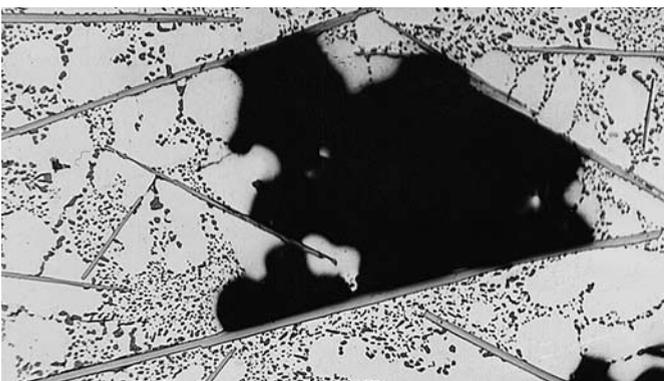

Abb. 2: Ausgeseigerte AlFeSi-Platten
Zudem können in Abhängigkeit vom „Seigerfaktor“ der Legierung plattenförmige, eisenhaltige Kristalle entstehen, die das homogene Gussgefüge unterbrechen (Abb. 2). Sie stören den Kraftlinienfluss im Gussgefüge. Die Kraftlinien werden an den Plattenrändern umgelenkt und bilden Spannungsspitzen, die die Dehnung erheblich herabsetzen und bei dynamischer Beanspruchung des Gussstückes zu frühen Mikrorissen führen. Die eisenhaltigen Mischkristallplatten behindern zudem die innere Speisung im Gussstück.
4. Temperaturen über 800 °C schädigen merklich die Aluminiumschmelze. Wasserstoffaufnahme und Oxidbildung nehmen bei hohen Temperaturen rasch zu, besonders bei hoher Luftfeuchtigkeit in der Umgebung des Schmelzofens oder Transporttiegels. Durch den Wasserstoff-Löslichkeitssprung beim Übergang vom flüssigen zum festen Zustand bilden sich im Guss unerwünschte Gasblasen, bevorzugt an den als Keime wirksamen Oxiden (Abb. 2 im Kapitel Reinigung). Gefäße und Werkzeuge in direktem Kontakt mit der Schmelze müssen separat möglichst auf Schmelztemperatur angewärmt werden. Verzögerungen im Schmelztransport und bei der Behandlung sind zu vermeiden. Bei Verwendung geschlichteter Werkzeuge und Isolierungen, auch beim Umfüllen, wird es nicht erforderlich, die Schmelze so hoch zu erhitzen. Zudem sinkt so die Reaktionsfreudigkeit mit feuerfesten Materialien.